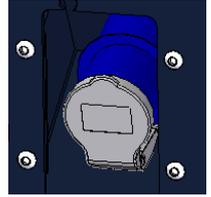

図 8.2;内蔵の電池充電器!
*BENOMIC STAR*に内蔵電池充電器が取り付けられている場合(接点に明示、図 8.2を参照)は、230 ボルトの本線のみを接続します。